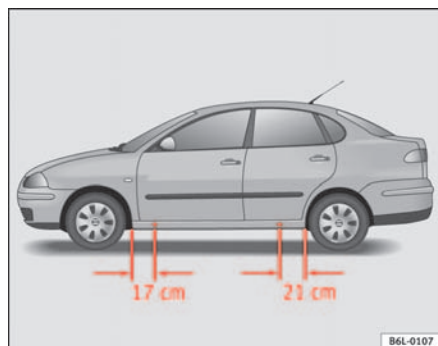

Fig.132 Puntos de apoyo del gato
- Busque en el larguero inferior del vehículo el punto de apoyo mas cercano a la rueda pinchada ⇒ fig. 132
En el larguero inferior van marcados los lugares en los que se puede apoyar el gato ⇒ fig. 132. Se ha previsto un lugar para cada rueda. El gato no debe colocarse en otros lugares.